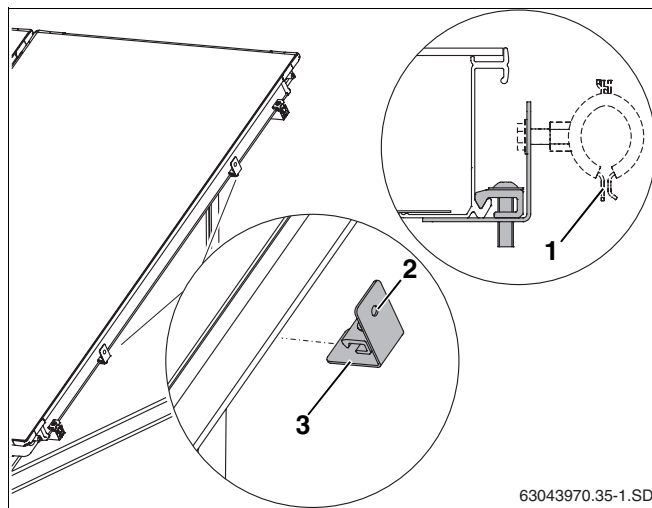

Fig. 56 Fixarea consolei la ramele colectorului
Vă recomandăm coliere de țevă obișnuite (Fig. 56, **Poz. 1**) pentru fixarea conductei colectoare la filetul M8 al consolei (Fig. 56, **Poz. 2**).
- Prindeți consola de ramele colectorului (Fig. 56, **Poz. 3**) și strângeți șurubul cu cheia SW5.